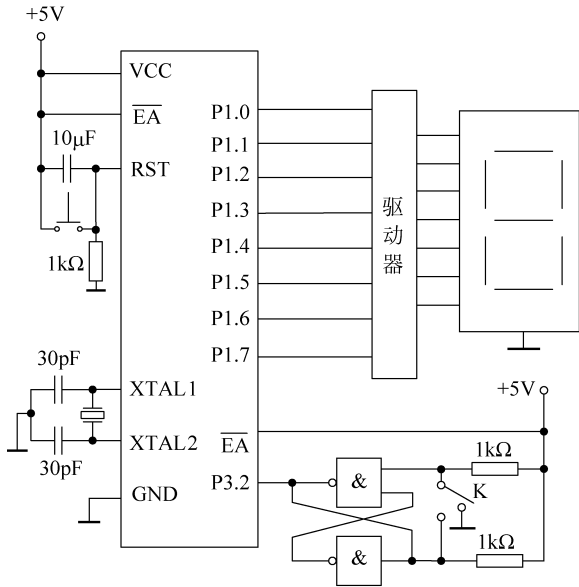

图 5.6 中断次数的显示
**【例 5-2】** 如图 5.6 所示的单片机 AT89S51,其 P1 口接一个共阴极的数码管,消抖开关接到外部中断 0 引脚,产生中断请求信号,每来回拨动一次开关 K,产生一次中断,数码管显示中断的次数,设不超过 15 次。
6. 在图 5.6 电路基础上,要求实现每中断一次,8 个发光二极管亮、灭变换 3 次,编写程序。